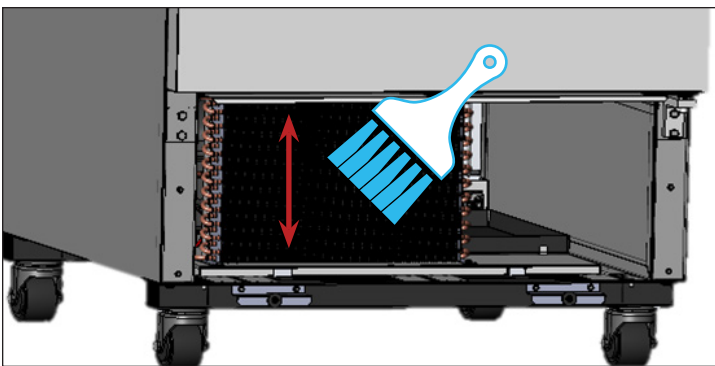

Fig. 3. Ne brossez jamais en travers des ailettes du serpentin.
3. À l'aide d'une brosse à soies dures, nettoyez soigneusement la saleté accumulée sur les ailettes. Voir fig. 3.